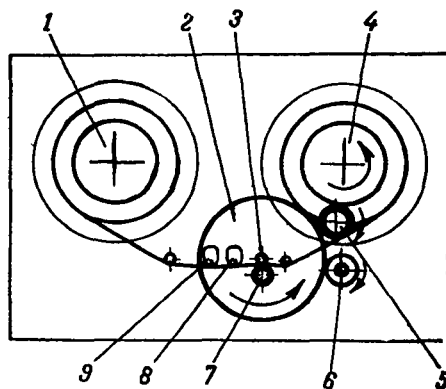

Рис. 97. Кинематическая схема лентопротяжного механизма.
**Лентопротяжный механизм.** Кинематическая схема лентопротяжного механизма приведена на рис. 97.